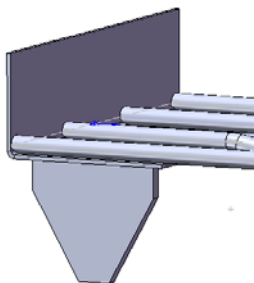

图 16-94 生成的倒角
② 重复上述操作，生成另一个倒角特征，结果如图 16-94 所示。